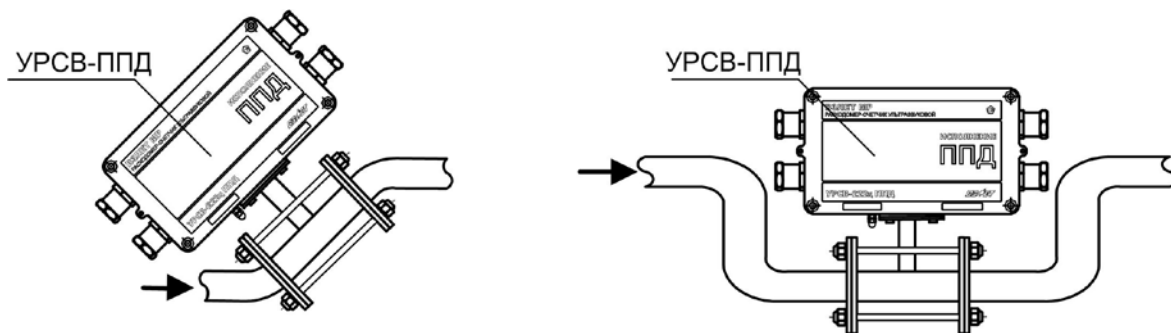

Рис. 3. Рекомендуемые места установки расходомера.
- в месте установки в трубопроводе не должен скапливаться воздух – расходомер не должен располагаться в самой высокой точке трубопровода, а также в трубопроводе с открытым концом; наиболее подходящее место для монтажа (при наличии) – нижний либо восходящий участок трубопровода (рис.3);